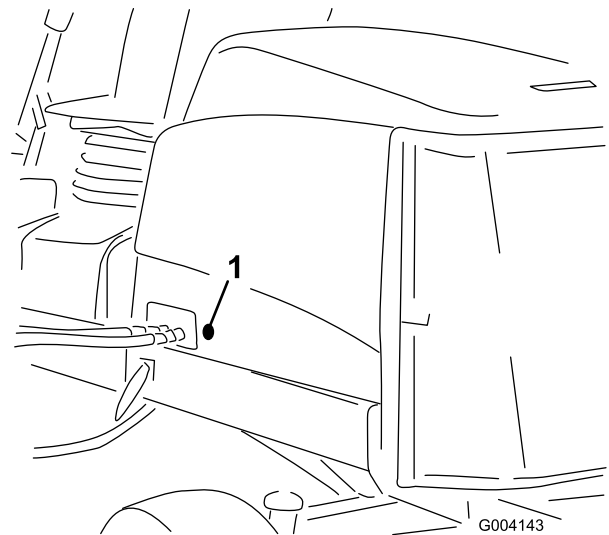

Figura 34
2. Retire el tapón de goma del taladro del orificio del lado izquierdo del capó (Figura 34).